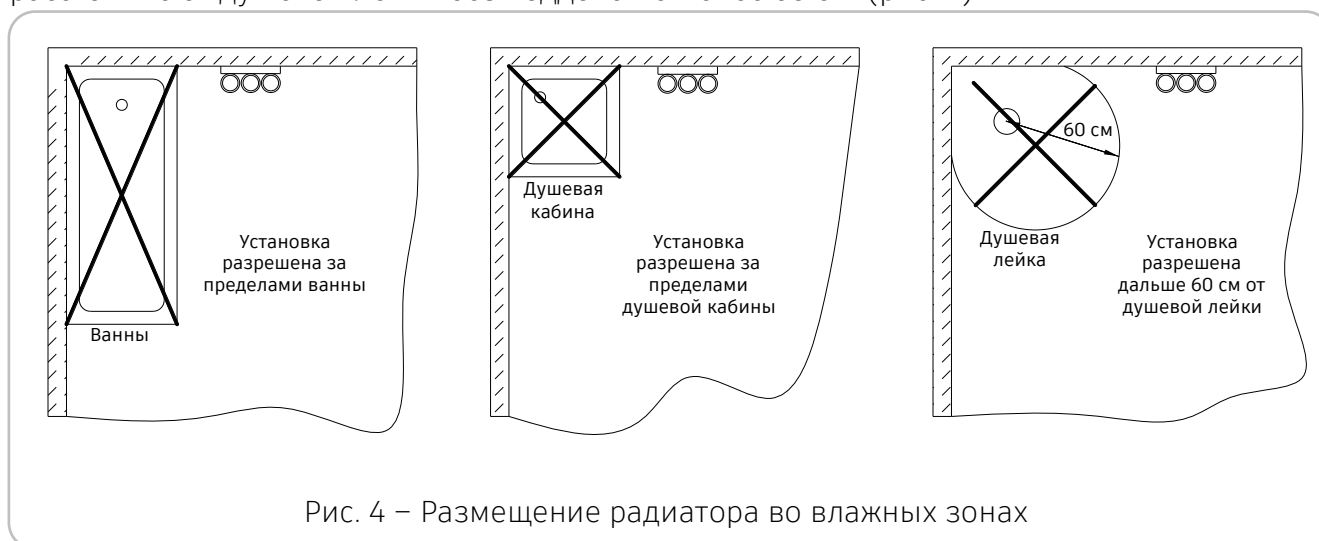

Рис. 4 – Размещение радиатора во влажных зонах
9.1.8 Радиатор может располагаться рядом с ванной или душевым поддоном. Минимальное расстояние от душевой лейки без поддона не менее 60 см. (рис. 4).